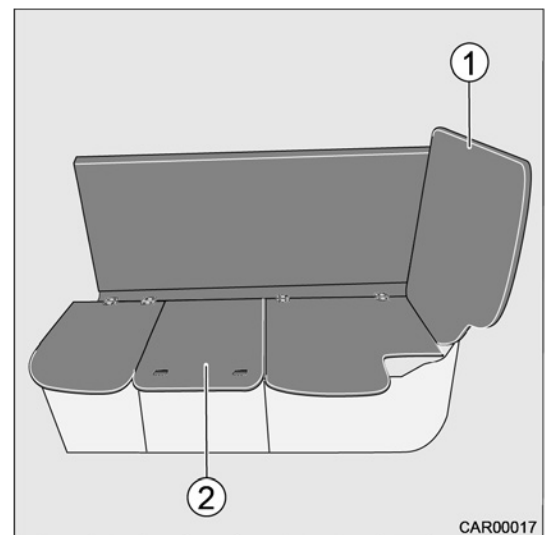
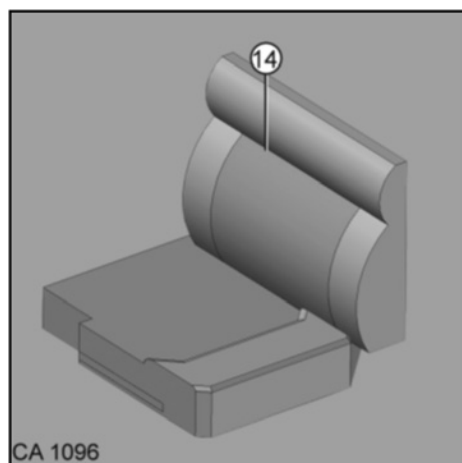

Fig. 45 Transformation du 5e siège
Fig. 49 Coussins d'appoint
- 2. Relever le panneau dossier (Fig. 45/1).
- 3. Retirer la plaque de siège (Fig. 45/2) et la ranger.
12. Placer le coussin d'appoint (Fig. 49/14) devant le panneau dossier (Fig. 45/1).